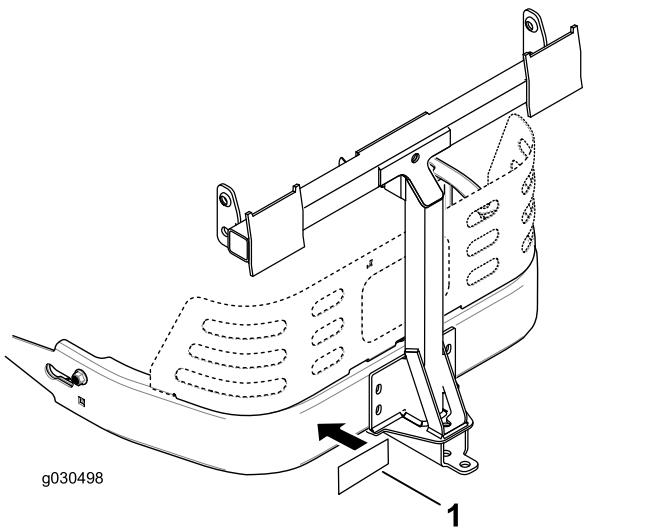

Figura 17
3. Attaccate l'adesivo della barra di traino a 1,3 cm alla sinistra del supporto dell'attrezzo (Figura 17).